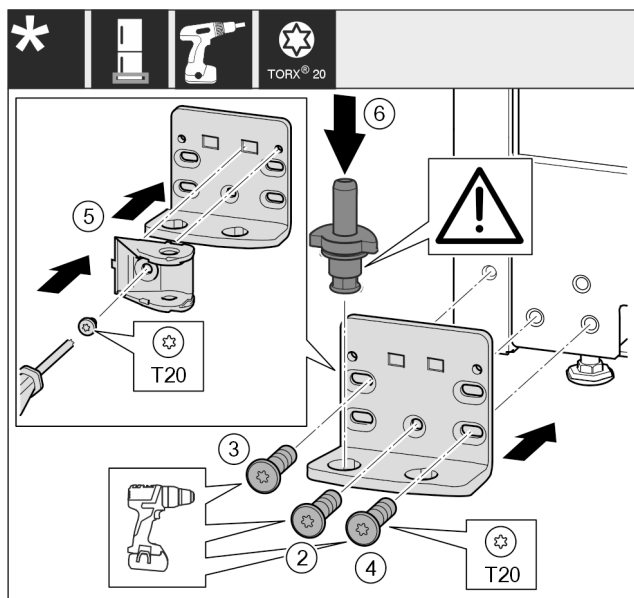

Fig. 21 \*
- Nasadte stojan ložiska na druhé straně a přišroubujte pomocí šroubováku. Začněte šroubem Fig. 21 (2) dole uprostřed.\*
- Utáhněte šroub Fig. 21 (3) a šroub Fig. 21 (4).\*